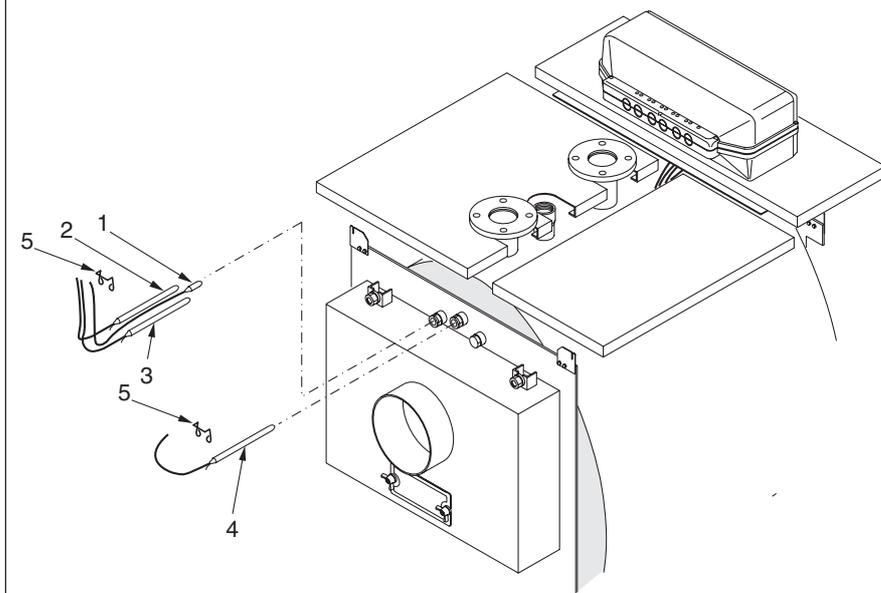

fig. 17
- A) Montare l'isolamento (pos. 1) del corpo caldaia e fissare i 2 lembi di giunzione con le mollette elastiche (pos. 2) fornite nella scatola accessori, agganciandole alla parte esterna in tessuto dell'isolamento.
- B) Posizionare i pannelli laterali (pos. 3 e 4) con la piega inferiore all'interno dei profili ad L sulla base del corpo caldaia ed agganciando la parte superiore nei tagli sulle piastre.
- Per determinare quale dei due fianchi sia il destro o il sinistro, fare riferimento alle piastrine passacavi (pos. 11): devono essere verso il davanti della caldaia.
- C) Aprire la porta della caldaia e montare l'isolamento anteriore (pos. 5) inserendo le cerniere negli appositi tagli.
- Inserire i bordi laterali dell'isolamento sotto la piega dei due fianchi (pos. 3 e 4).
- D) Montare l'isolamento posteriore (pos. 6), fissare il pannello posteriore inferiore (pos. 7), il pannello posteriore intermedio (pos. 15) ed il pannello posteriore superiore (pos. 8) con le apposite viti autofilettanti. Montare i fermacavi (pos. 9) al pannello posteriore superiore.
- E) Togliere il coperchio del pannello strumenti, fissare la base sul pannello superiore anteriore (pos. 10) indirizzando nel foro centrale del pannello i cavi elettrici in entrata ed i capillari delle sonde in uscita. Appoggiare il pannello superiore pos. 10, (completo del pannello strumenti) ai due fianchi del mantello.
- F) Inserire nelle guaine i bulbi degli strumenti come indicato in fig. 17 ed eseguire il collegamento elettrico del pannello strumenti alla linea di alimentazione, al bruciatore ed alle eventuali pompe, etc. rispettando lo schema di pag. 22.
- Far passare la spina del bruciatore attraverso la piastrina laterale (pos. 11) dal lato in cui si vuole uscire e bloccare il cavo con il pressacavo fornito.
- Fissare le piastrine (pos. 11) ai fianchi mantello.
- (pos. 12 e 13) agganciandoli ai fianchi.
- H) Fissare le targhette dati di caldaia ed installazione (pos.14) al pannello laterale dopo aver sgrassato la parte interessata con apposito solvente.